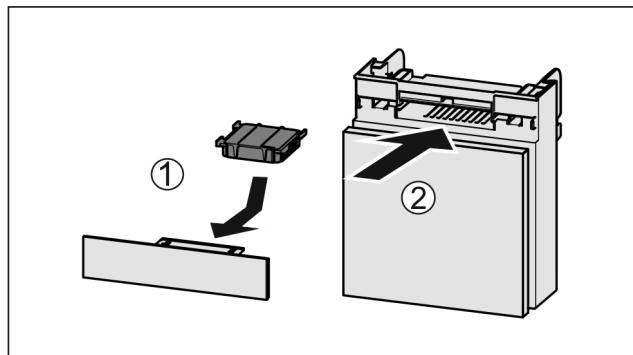

Fig. 138
- Filtr s aktivním uhlím vložte podle vyobrazení Fig. 138 (1).
- Zásuvku zasuňte Fig. 138 (2).